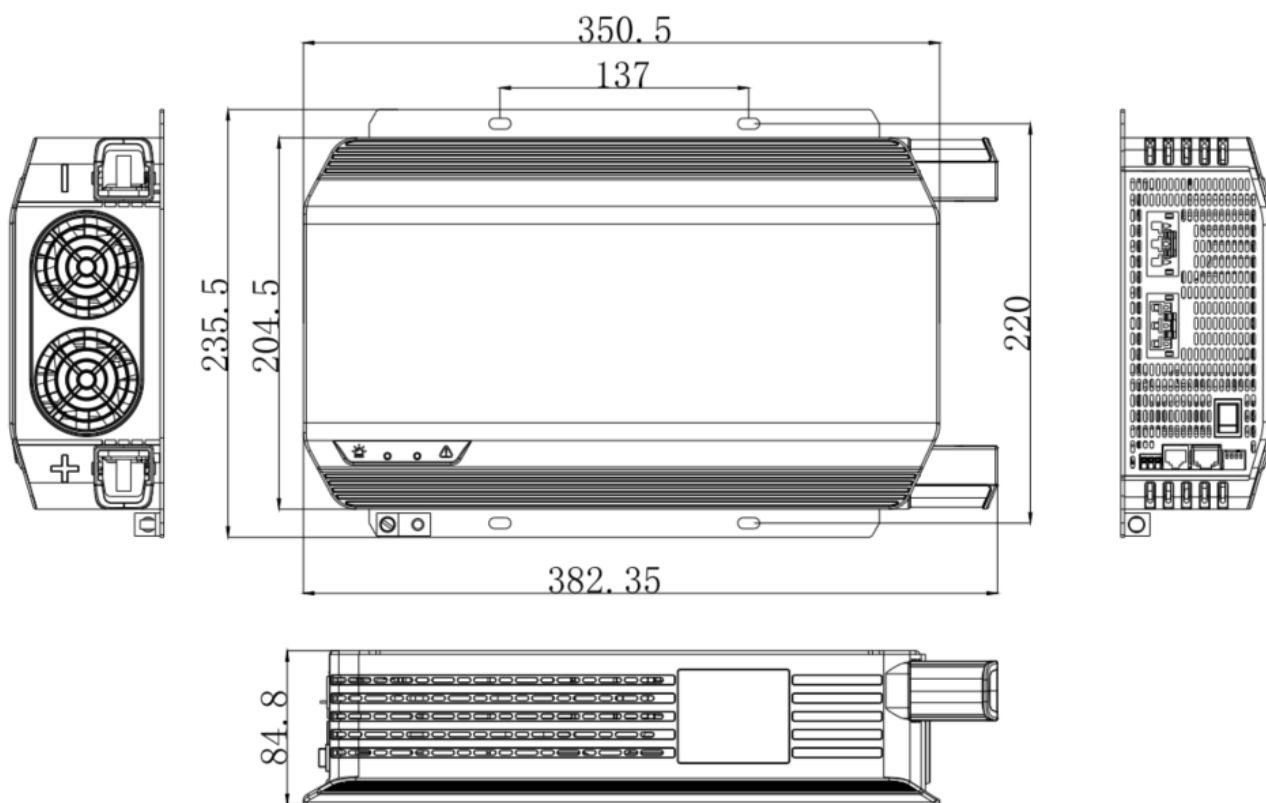
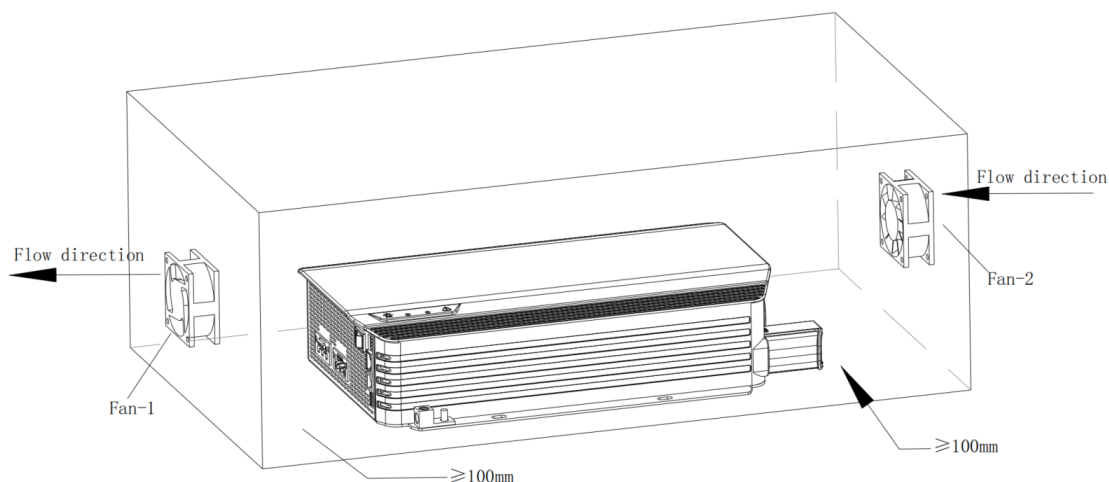

Figure 2-5 Dimension du convertisseur Série NH
Figure 3-1 Schéma de l'espace nécessaire autour du convertisseur Série NH
- Le convertisseur Série NH comporte une **ventilation mécanique**. Afin de garantir la dissipation correcte de la chaleur, prévoyez un espace suffisant pour les câbles. Il est également recommandé de prévoir des orifices de ventilation dans la zone où est installé l'appareil, afin de garantir la circulation de l'air. Référez-vous à la **Figure 2-5** pour connaître l'espace nécessaire autour de l'appareil et l'emplacement des trous de fixation. Laissez un espace libre d'au moins **100 mm** devant et derrière l'appareil afin de garantir la ventilation (voir **Figure 3-1**).